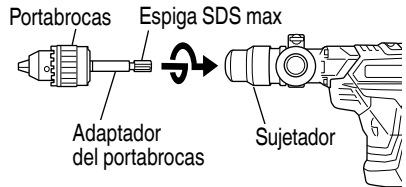

Fig. 23
- (2) Fijación del adaptador para portabarreras al portabarreras (Fig. 23)